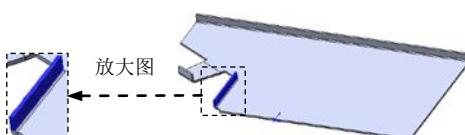
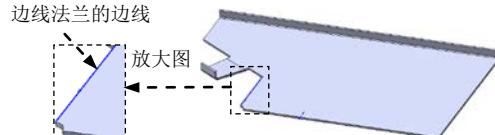

图 6.16 边线—法兰 2
图 6.17 边线法兰的边线
Step7. 创建图 6.16 所示的钣金特征——边线—法兰 2。
(1) 选择命令。选择下拉菜单 **插入(I)** → **钣金(B)** → **边线法兰(E)...** 命令(或单击“钣金”工具栏中的“边线—法兰”按钮 )。
(2) 定义特征的边线。选取图 6.17 所示的模型边线为生成的边线法兰的边线。
(3) 定义法兰参数。
① 定义法兰角度值。在 **角度(G)** 区域的 **角度(A)** 文本框中输入角度值 90.0。